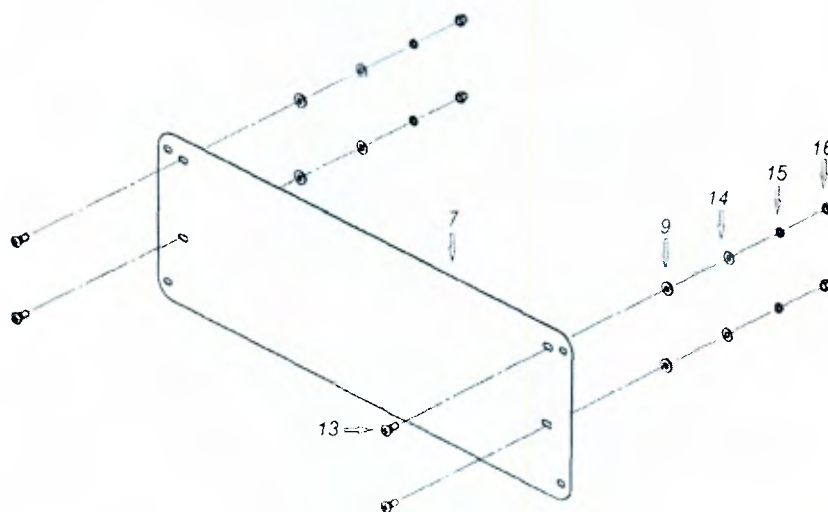

Рисунок 13
Закрепите на пластине (7) винты с квадратным подголовником М6х10 (13) с помощью резиновых шайб (9), шайб А6 (14), шайб 6 гровер (15) и гайк М6 (16) (рис. 13).